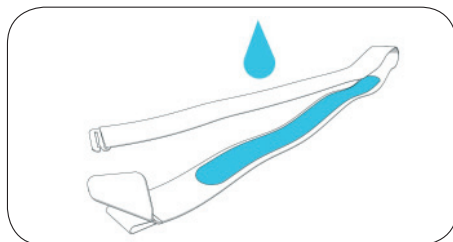

Рисунок 2
6.3.2. Перед установкой увлажните области ремня, где проходят электроды, для лучшей проводимости (рис.2).